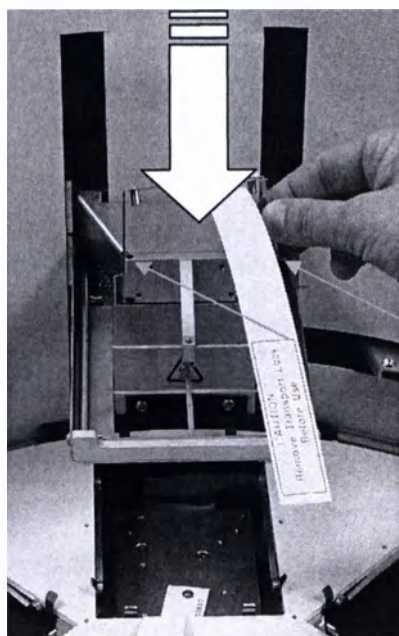

Рис. 5.23 Установка транспортировочного фиксатора держателя наконечников (А)
1. Транспортировочный фиксатор держателя наконечников устанавливается в соответствии с Рис.5.23 - 5.25. Нажать на транспортировочный фиксатор с обеих сторон и вставить две эксцентриковые шпильки в соответствующие отверстия (Рис. 5.23).